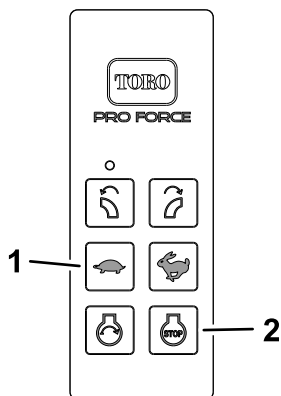

Figura 20
- Pulse el botón REDUCIR LA VELOCIDAD DEL MOTOR (Figura 20) en el control remoto manual para reducir la velocidad del motor (alrededor de 3/4 del acelerador).
- Pulse el botón PARADA DEL MOTOR (Figura 20).